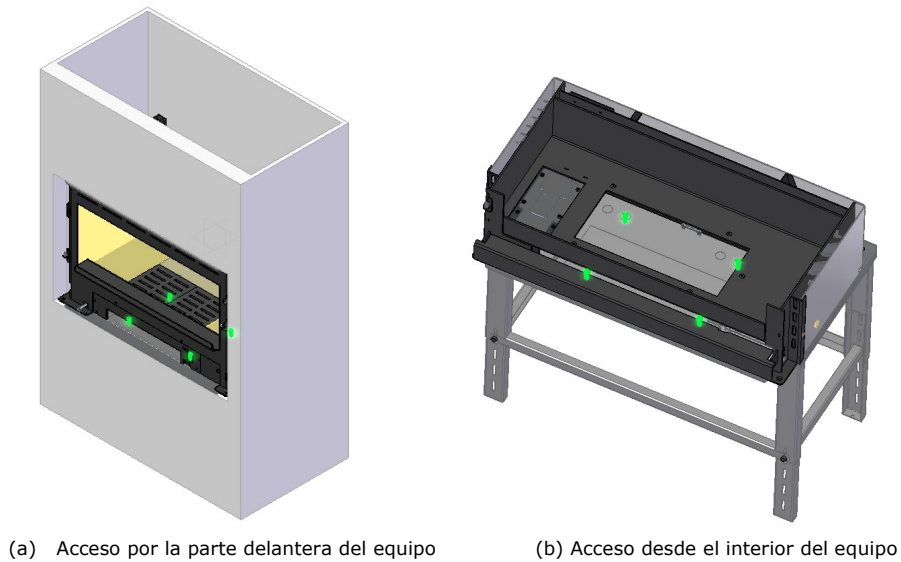

Figura 14 – Fijación del equipo a la mesa con tornillos Din 933 5.6 M8x16
12. El siguiente paso es fijar el equipo a la mesa, a la que se puede acceder de dos maneras, Figura 14.